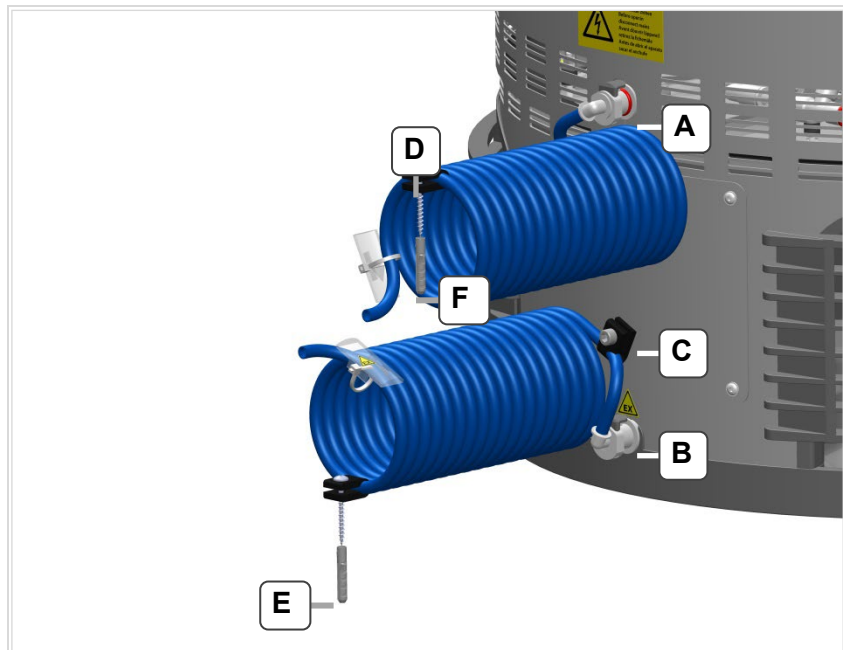

Abb. 4.3.1 Be- und Entlüftungsanschlüsse mit Abluftschläuchen
Verfahrensbedingt treten an den dafür vorgesehenen Öffnungen an der Rückseite der Reinigungsmaschine (*Abb. 4.3.1.A/B*) Dämpfe der Reinigungs- und Spülmedien aus. Dieser Bereich gilt als Bereich mit erhöhtem Explosionsrisiko, sofern die Sicherheitsvorkehrungen nicht eingehalten werden.
1. Schließen Sie die 2 Abluftschläuche (Lieferumfang) jeweils an den Anschlüssen *Abb. 4.3.1.A* und *Abb. 4.3.1.B* an. Die Anschlusskupplung muss dabei jeweils hörbar einrasten!
2. Fixieren Sie die Abluftschläuche mit den dafür vorgesehenen Befestigungsklemmen. *Abb. 4.3.1. C*
1. Schließen Sie die 2 Abluftschläuche (Lieferumfang) jeweils an den Anschlüssen *Abb. 4.3.1.A* und *Abb. 4.3.1.B* an. Die Anschlusskupplung muss dabei jeweils hörbar einrasten! Um Verwechslungen bei den Anschlüssen zu vermeiden, hat einer der Anschlüsse einen roten Markierungsring, ebenfalls der zugehörige Anschluss an der Aktivkohleeinheit.
2. Fixieren Sie die Abluftschläuche mit den dafür vorgesehenen Befestigungsklemmen. *Abb. 4.3.1.C*
3. Es besteht die Möglichkeit, die Abluftschläuche mit dem Befestigungsmaterial (*Lieferumfang, Abb. 4.3.1. D, E, F*) zu fixieren.